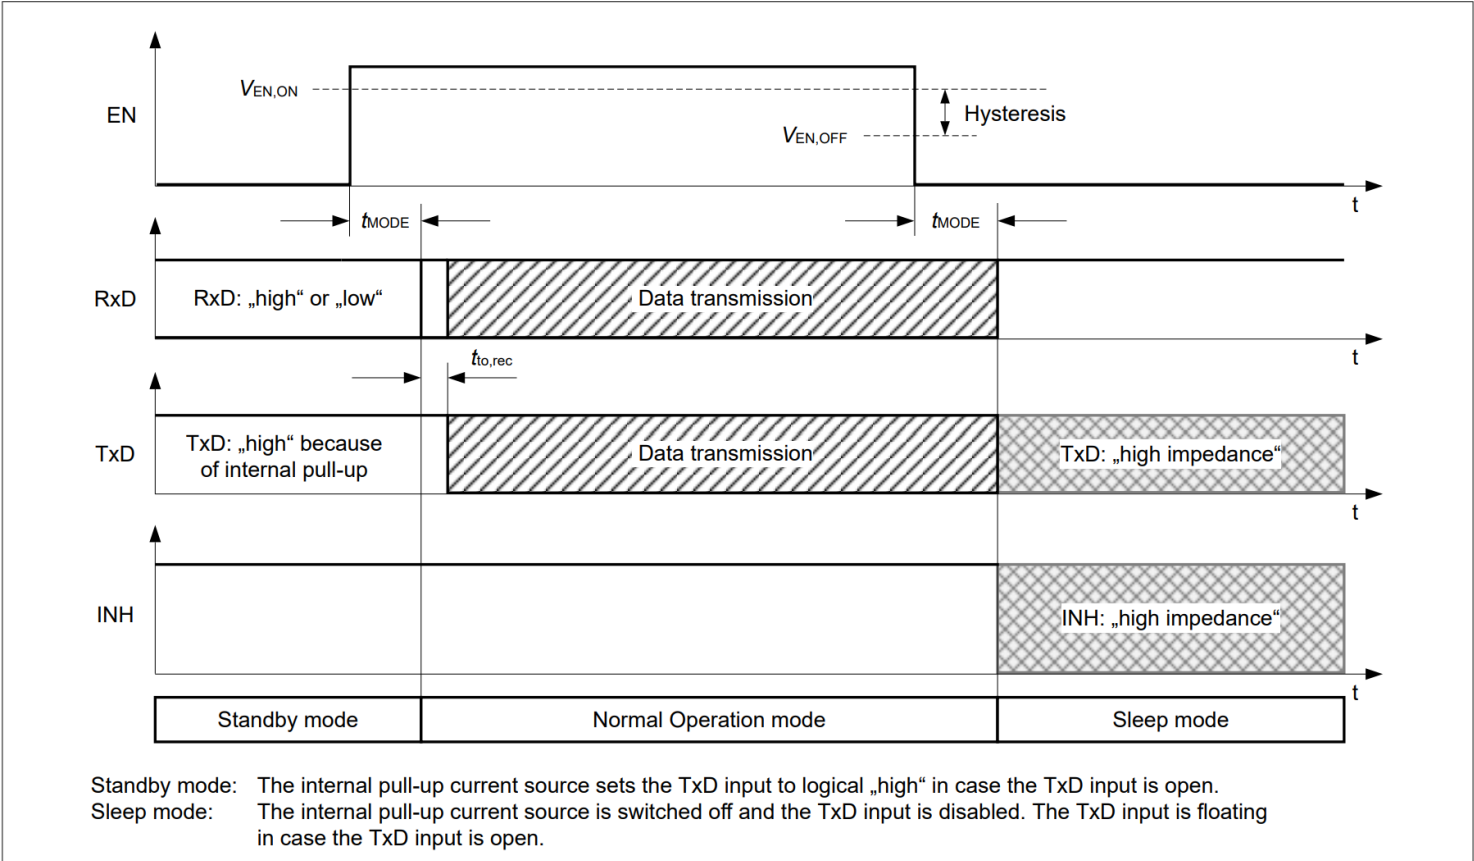
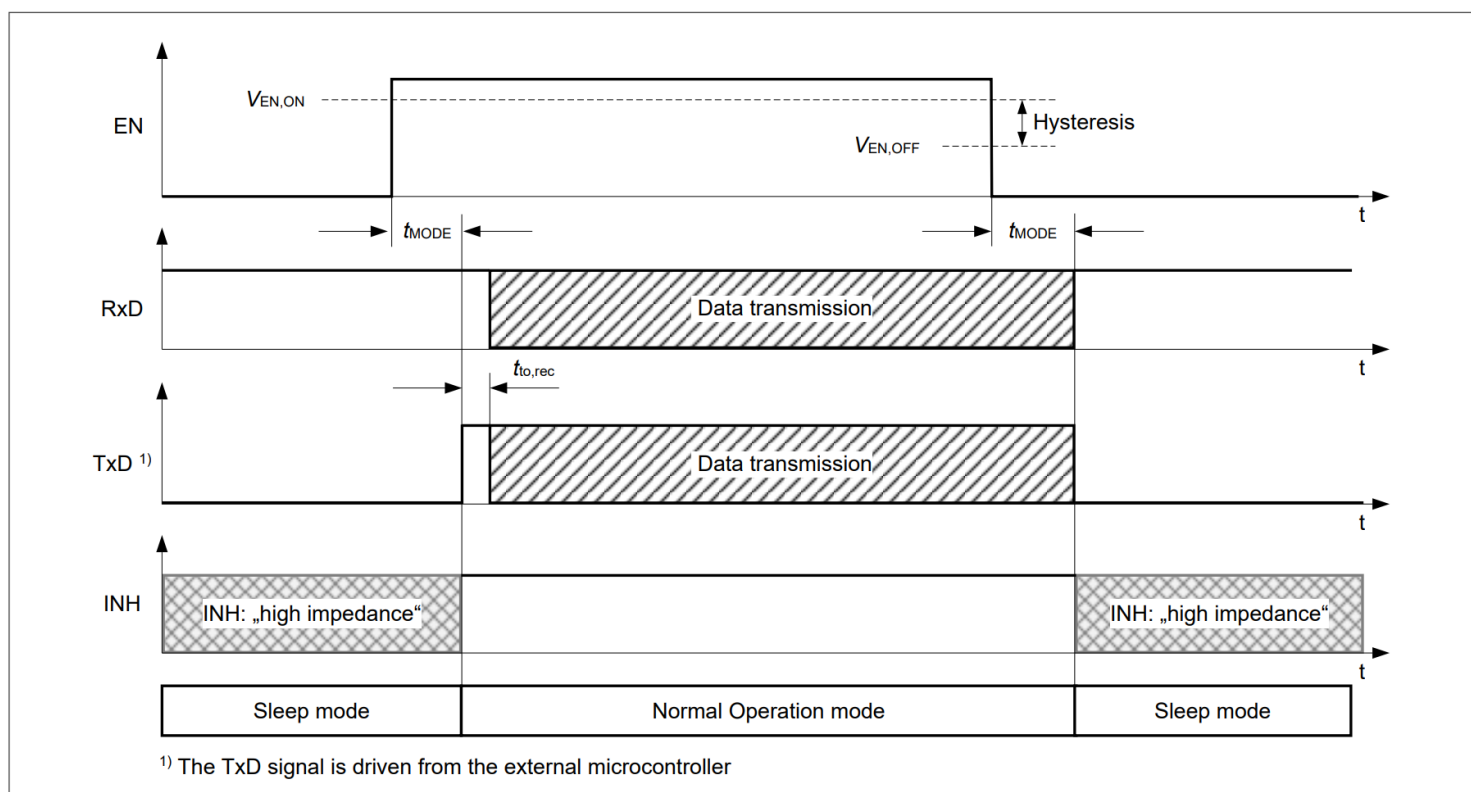

图 5 从待机模式进入正常运行模式
图9 从睡眠模式进入正常运行模式
当在正常运行模式下，LIN总线接收器和发射器处于激活状态并支持高达 20 kBit/s 的传输速率。来自微控制器的数据通过 TxD 输入传输到LIN总线。同时，接收器检测LIN 总线上的数据流并将其转发到 RxD 输出。可以从睡眠模式进入正常运行模式，参见图 9 或从待机模式进入，参见图 5，通过将 EN 输入设置为“高”。器件在正常运行模式下只能进入睡眠模式，无法直接进入待机模式，参见图4。
在切换到正常运行模式后，器件要求在 TxD 输入上有一个持续 $t_{to,rec}$ 时间的“高”信号，然后才能释放数据通信，见 图 5。只要 TxD 输入上的信号保持“低”，发射器就会保持停用状态，从而防止可能出现的总线通信干扰。
- EN 输入保持激活状态。EN 输入上的“高”信号会触发切换至正常运行模式，参见 图 5
EN 输入用于控制器件的运行模式。通过在睡眠或待机模式下将 EN 输入逻辑“高”设置持续时间 t_{MODE} ，即可触发到正常运行模式的切换，参见图 9。EN 输入具有集成的下拉电阻，以确保即使 EN 引脚保持开路，器件仍保持睡眠或待机模式。EN 输入具有集成迟滞功能。
EN 输入上的信号从逻辑“高”到“低”的转换会将运行模式从正常运行模式更改为睡眠模式，参见图 5。